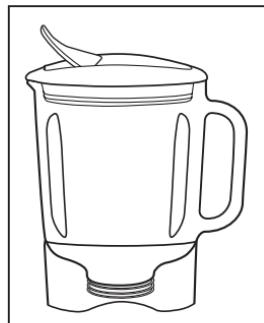

FIGURA 6
(!!) ADVERTENCIA: Cuando emplee ALIMENTOS CALIENTES, abra la tapa de la jarra para liberar el vapor. Incline la tapa para alejarla de usted y cubrir parcialmente la apertura. Mantenga las manos y otras partes del cuerpo expuestas lejos de la apertura de la tapa para evitar posibles quemaduras. (*Figura 6*)
(!!) ADVERTENCIA: Cuando emplee LÍQUIDOS CALIENTES, abra la tapa de la jarra, comience a baja velocidad y aumente la velocidad de manera gradual. No agregue líquidos por encima del nivel de 2 tazas (.5 litro). Siempre mantenga las manos lejos del vapor. Comience el licuado en la velocidad más baja. (*Figura 6*)
- No retire la tapa con el electrodoméstico en funcionamiento. Abra la tapa de la jarra para agregar ingredientes pequeños. (*Figura 6*)